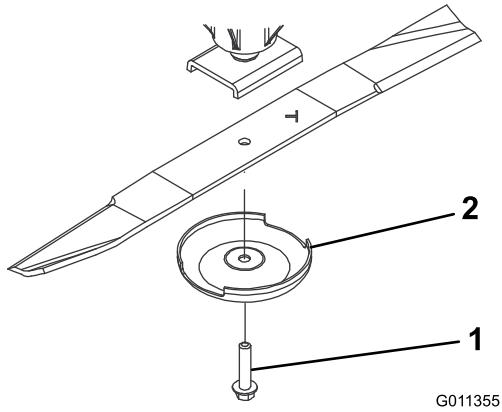

Figura 14
- Fixe a extremidade da lâmina utilizando um pedaço de tecido ou uma luva grossa. Retire o parafuso da lâmina, o recipiente anti-danos e a lâmina do eixo (Figura 14).
- Instale a lâmina, com a aba voltada para a plataforma de corte, com o dispositivo anti-danos e o parafuso da lâmina (Figura 14). Aperte o parafuso da lâmina com 115 a 149 Nm.